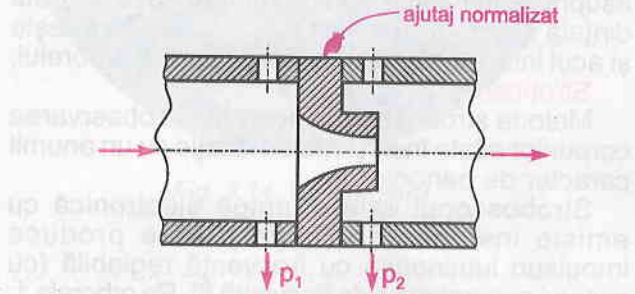

Fig. 3.19. Ajutaj normalizat
- Ajutajul normalizat (fig. 3.19.) este folosit pentru conducte cu diametrul  $D < 200 mm$ , prin care circulă abur încălzit sau cu presiune mare, lichide corozive.